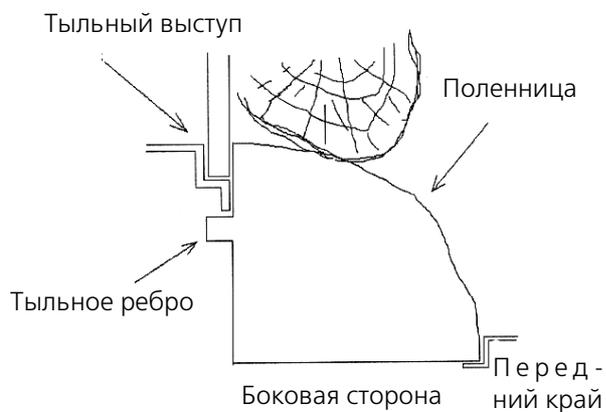

Рис.6
3. Возьмитесь за передний край пластикового основания "поленницы" (либо пластиковой решетки-жаровни) и тяните ее, пока ребро с ее тыльной стороны не покажется из-за выступа, расположенного в нижней части зеркала (см. рисунок 6).
7. Установите обратно "поленницу", вставив ее тыльную сторону под выступ, расположенный в нижней части зеркала, и надавив на ее переднюю часть, установите на исходное место (см. рисунок 6).